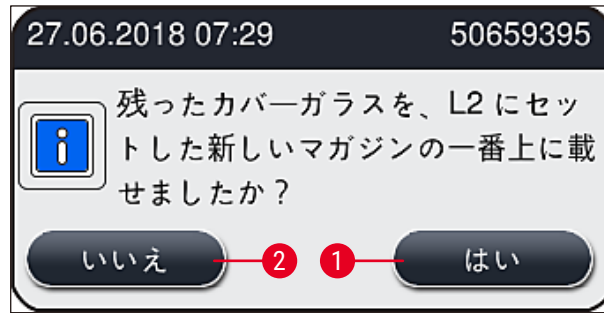

図63
8. フードを閉じると、残ったカバーガラスを新しいカバーガラスマガジンに移したかどうかを尋ねる質問が表示されます (→ 図 63)。移した場合は、この情報メッセージに はい (→ 図 63-1) で答えます。カバーガラスを移さなかった場合は、この情報メッセージに いいえ (→ 図 63-2) で答えます。